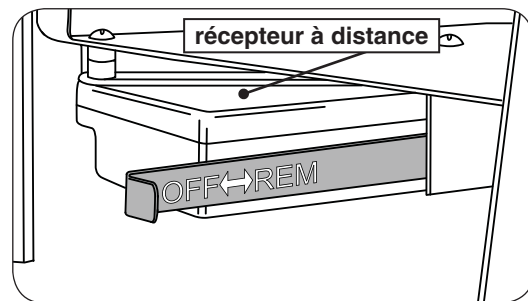

Fig. 20-1
1. Localisez actionneur coulissant OFF/REMOTE sur le côté gauche du brûleur. Glisser le servomoteur sur la position gauche / **OFF**. Voir Fig. 20-1.